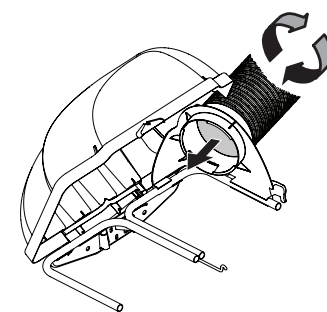

Figure 23
- Vissez la partie supérieure du tube (764-05082) dans le support supérieur de la goulotte. Il y a trois arrêts à l'intérieur de la partie inférieure du support qui servent à fixer le tube. Voir Figure 23.